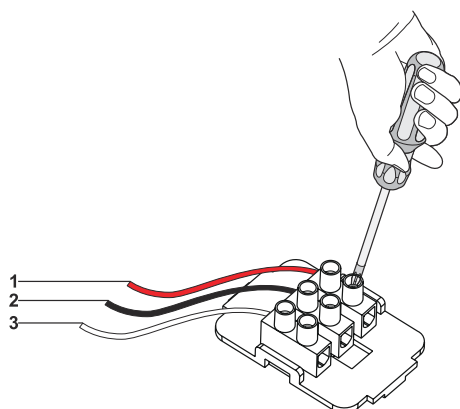

Fig. 12
- 1. ➤ **NC / COM:** När dessa 2 anslutningar används och fläkten stängs av kommer fläkten skicka en signal till den anslutna enheten (Fig. 12).
- 2. ➤ **NO / COM:** När dessa 2 anslutningar används och fläkten sätts på kommer fläkten skicka en signal till den anslutna enheten (Fig. 12).